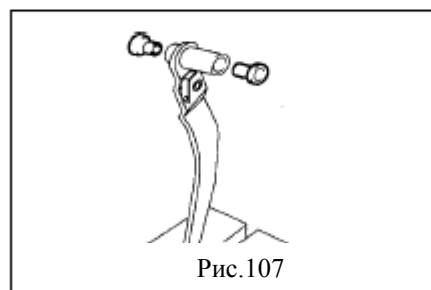

Рис.107
(1) Нанесите на две новые втулки многофункциональную смазку.
(2) Установите обе втулки на педаль сцепления(рис.107).